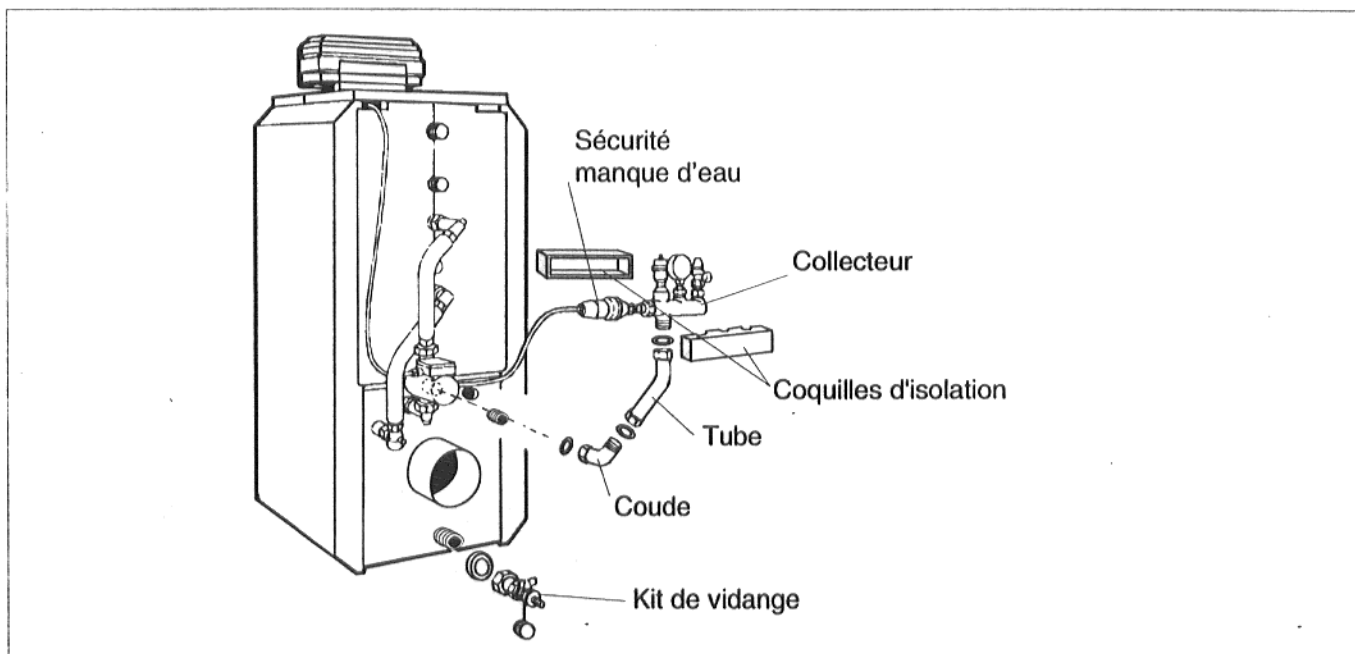

Fig. 3 Kit de sécurité KSS pour chaudière S115 T, montage à gauche
1. Vers le haut, côté gauche de la chaudière (fig.3). Dans ce cas, la tuyauterie de raccordement chaudière - préparateur doit être montée à droite.